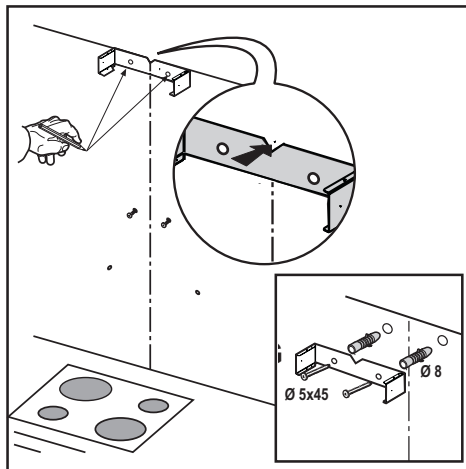

Bild 10
- Den Kaminhaltersteigbuegel an die Wand mit 2 Schrauben befestigen. **Bild 10**